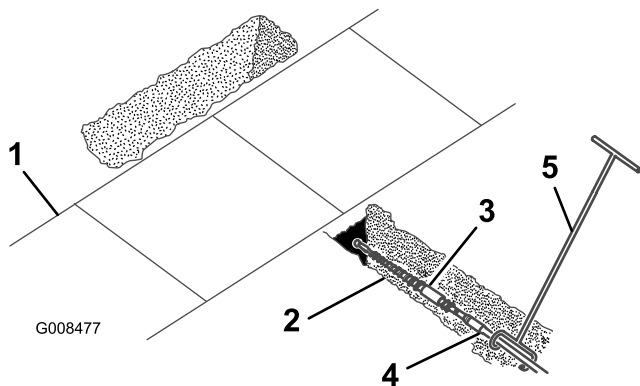

Figure 29
4. Accouplez l'outil de guidage à la tige, juste derrière le trépan (Figure 29).
5. Demandez à la personne chargée de guider le trépan de se placer sur le côté droit de la tranchée (Figure 29), mettez le moteur en marche, placez la commande d'accélérateur à mi-course et poussez le levier de commande du système Hydra-Borer vers l'avant pour démarrer la rotation en avant du trépan.
6. Avancez lentement la machine pendant que la personne munie de l'outil de guidage guide le trépan dans le sol (Figure 29).